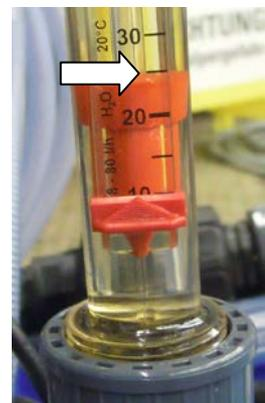

Abb. 11: Skala Durchflusszähler
- Ablesen des eingestellten Volumenstroms am Schwimmer des Durchflusszählers (obere Kante, siehe Abb. 11) in Liter pro Stunde.